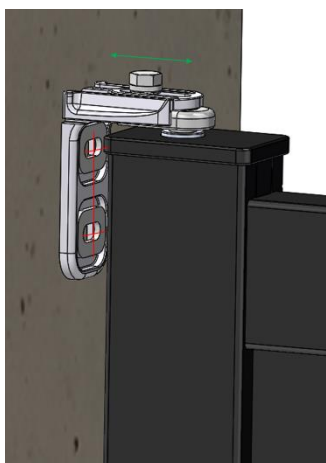
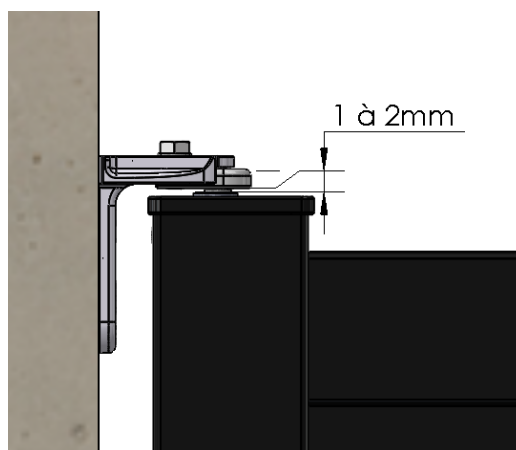

Figure 23
Figure 24
- b) Plaquer l'équerre sur le pilier et tracer la position du gond haut suivant (**Figure 23**) en veillant à laisser un jeu de  $\approx 1\text{mm}$  entre le gond et le bouchon du portail (**Figure 24**).